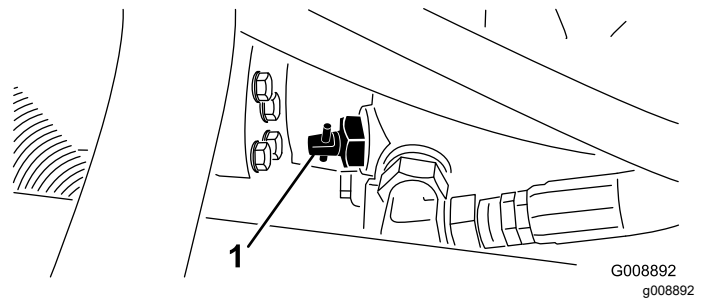

Bild 44
1. Ermitteln Sie das Sicherheitsventil an der Pumpe (Bild 44) und drehen Sie das Ventil um 90 Grad.